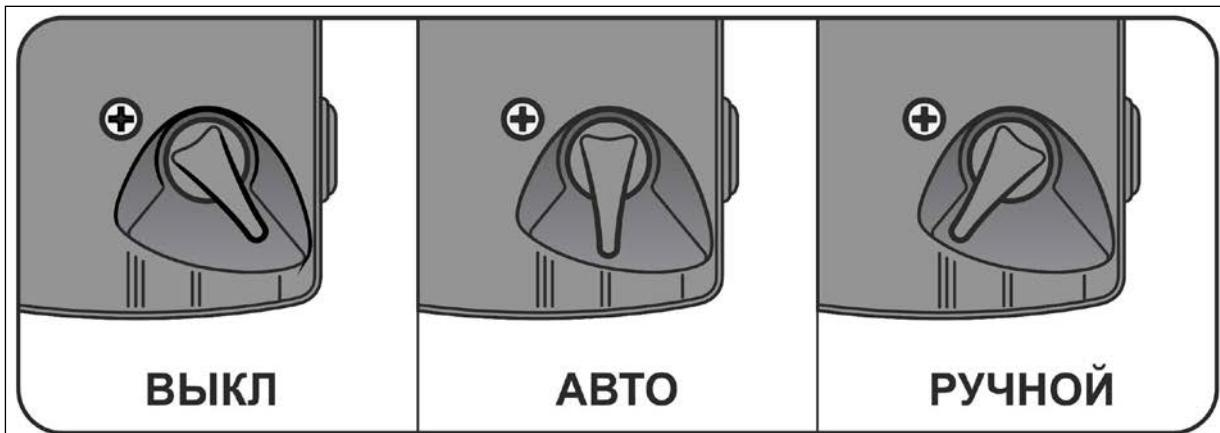

Рис. 4 Режимы работы
- 1) Автоматический – положение «АВТО либо II» (рис.4), насос автоматически запускается при открытии крана, и выключается при закрытии крана. Это происходит благодаря встроенному датчику потока, который производит включение и выключение насоса при появлении потока жидкости в трубопроводе.
- 2) Ручной режим – положение «РУЧНОЙ либо III» (рис.4), насос работает постоянно, без отключений.
Также имеется положение «ВЫКЛ либо I» (рис.4), насос не работает даже подсоединененный к розетке.